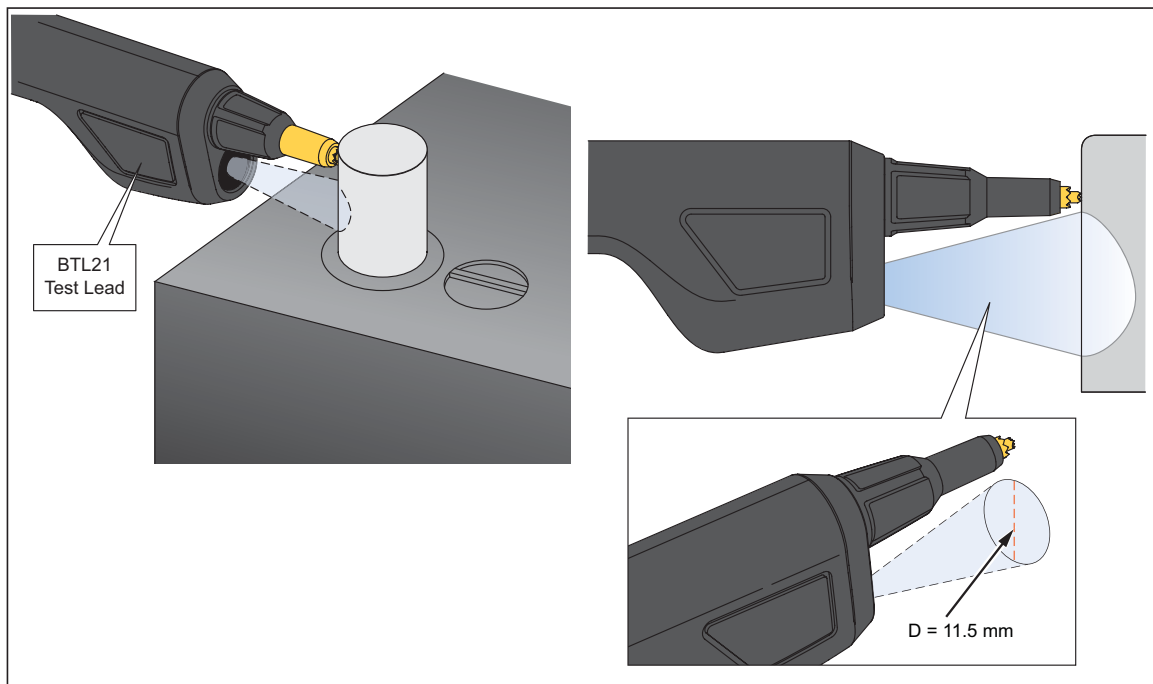

Abbildung 4-6. Messen der Temperatur eines Batteriepols
2. Richten Sie die Messsonde so aus, dass der gesamte Lichtstrahl auf den Batteriepol fällt. Siehe Abbildung 4-6.
Abbildung 4-6 zeigt den Lichtstrahl für Messung eines Batteriepols.